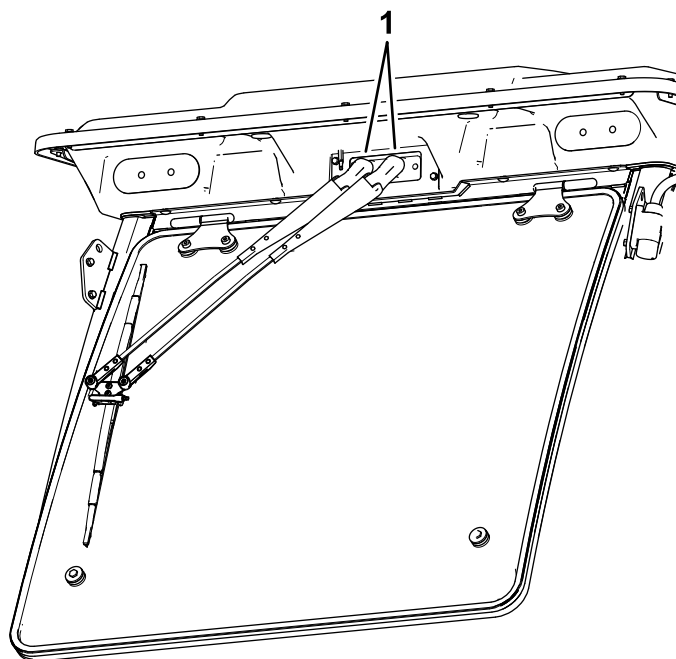

Bild 82
1. Öffnen Sie die Kappen an der Oberseite der Scheibenwischerarme (Bild 82).